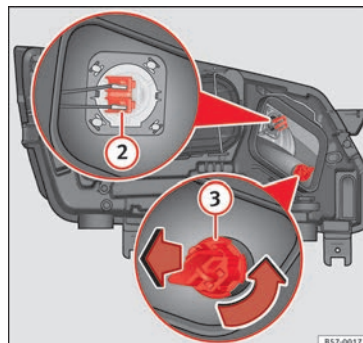

Abb. 107 Im Motorraum: Glühlampe Fernlicht (2) und Glühlampe Blinker (3).
3. Drücken Sie den Stecker »» **Abb. 107** (2) seitlich nach links und ziehen Sie.
3. Drehen Sie den Lampenträger » **Abb. 107** ③ nach links und ziehen Sie.